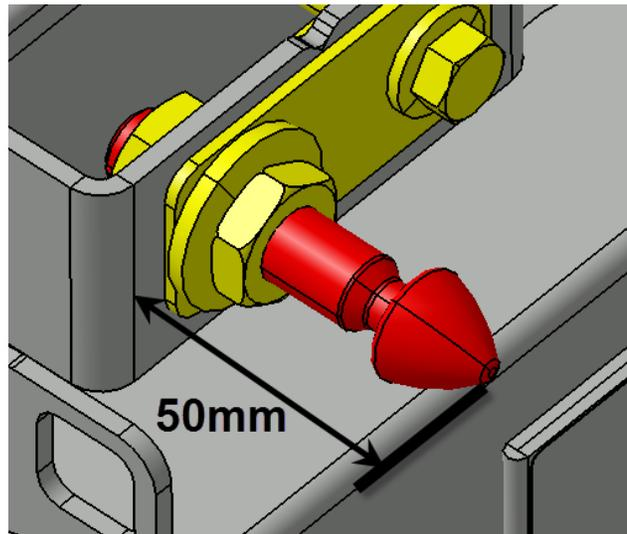

FIGURE 12
11. Avant le premier essai de fermeture complète de la porte, s'assurer que la goupille d'alignement/verrouillage n'excède pas de plus de 2" (50mm) son support. (Figure 12). La porte peut être endommagée lors de la fermeture si cette condition n'est pas respectée.